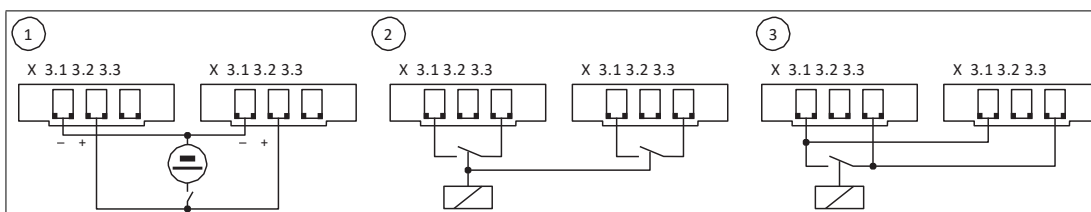

Рисунок 3.6 Разъем X3
- Всегда управляйте группой подключенных распределительных плат от общего управляющего напряжения или общего контакта, чтобы избежать появления выравнивающих токов (см. Рисунок 3.6 на стр. 34, точка 1)!
- Базовые и расширительные распределительные платы могут управляться совместно (см. Рисунок 3.6 на стр. 34, пункт 3).
- X3,2 = + 12 В или 24 В постоянного тока; управляющее напряжение, с гальванической развязкой от источника питания (см. рис. 3.6 на стр. 34, пункт 1); управляющий ток = $n \times \text{напряжение} / 5,6 \text{ кВт}$ (где n = количество модулей ввода / вывода с отключением выхода).
- С X3.1 по X3.3 для внешнего плавающего контакта (контакт с гальванической развязкой с другими контактами на других распределительных платах (см. Рисунок 3.6 на стр. 34, пункт 2). Информация о состоянии внешнего контакта может быть считана через модуль ввода / вывода LB1x08.